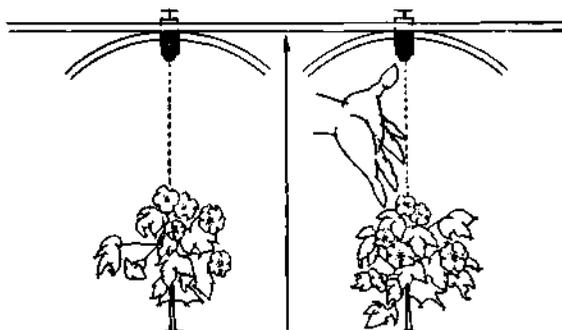

fig. 6
- b) Ponha a barra de pulverização um palmo acima dos ponteiros das plantas (fig. 6).